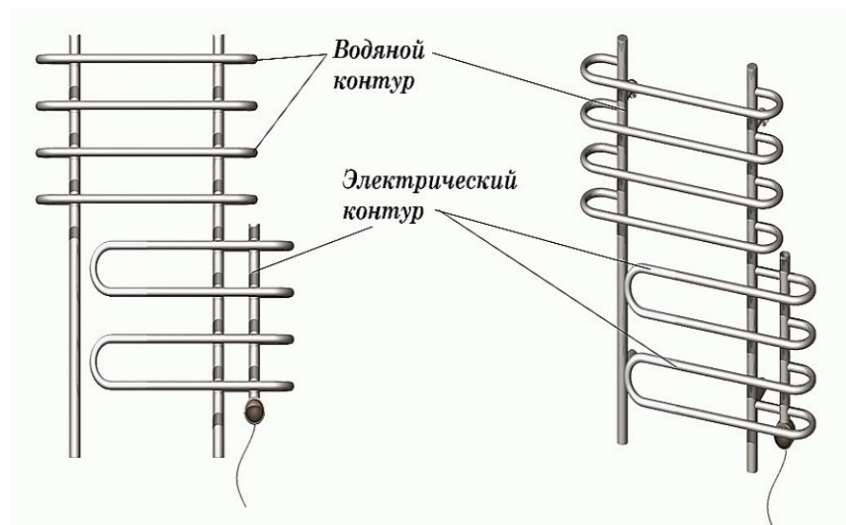

Рис.1
Общий вид изделия представлен на рис. 1.
- водяного полотенцесушителя (водяной контур) и электрического сушителя (электрический контур), надежно соединенного с водяным контуром (рис.1).